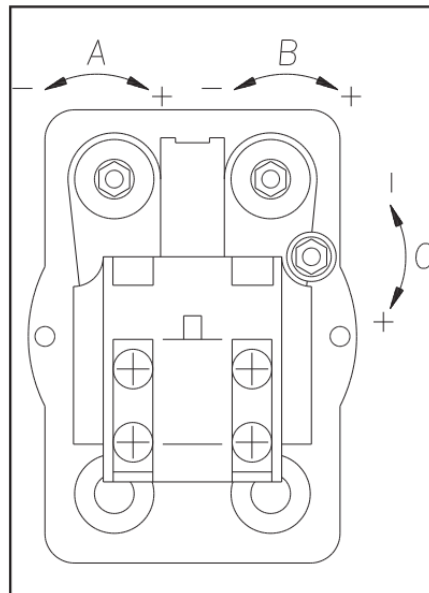

Abb. 14: Stellschrauben Einstellung Betriebsdruck und Differenzdruck
- ♦ Zur Druckminderung drehen Sie die Schrauben "A" und "B" gegen den Uhrzeigersinn (Abb. 14:).
- ♦ Drehen Sie Schraube "C" im Uhrzeigersinn, um den Differenzdruck zu mindern (Abb. 14:).